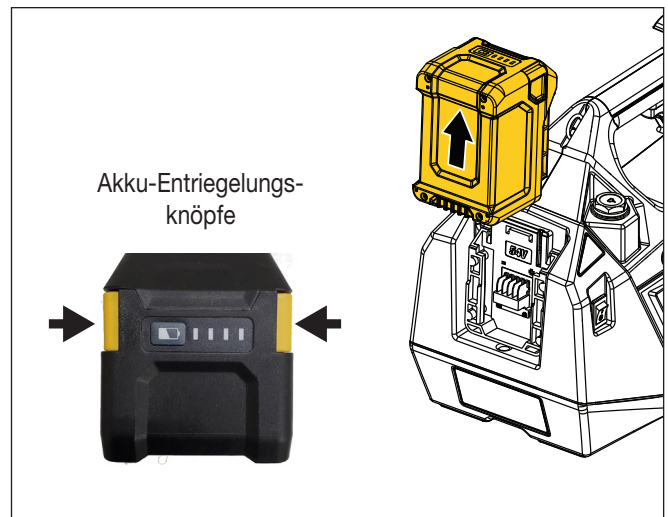

Abbildung 4: Akku entfernen (typisch)
- **Akku entfernen:** Drücken Sie die Entriegelungsknöpfe, die sich auf beiden Seiten des Akkus befinden, und halten Sie diese gedrückt. Ziehen Sie den Akku anschließend aus der Akku-Schnittstelle und entfernen Sie diesen aus dem Akkuwerkzeug. Siehe Abbildung 4.